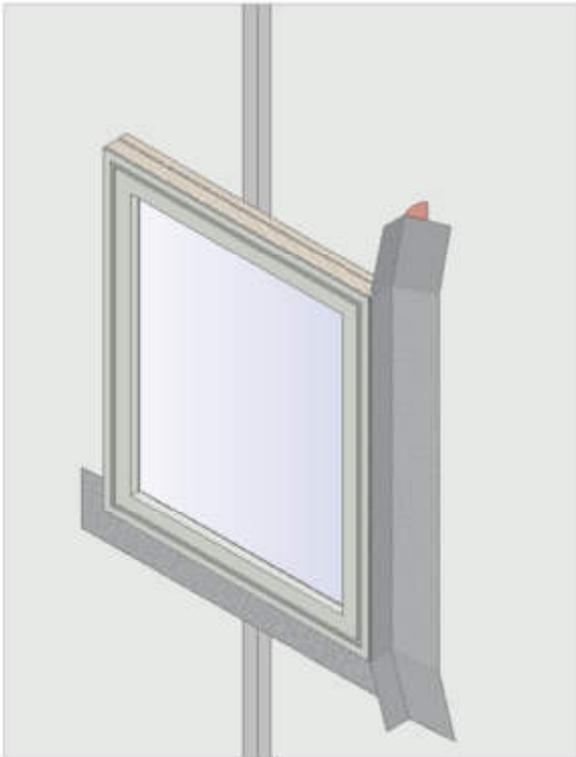

Figura 8
- Desprenda el revestimiento antiadherente de un borde largo hasta 50 mm y aplique la membrana y alísela sobre el marco en línea recta, presionando suavemente la membrana en la posición correcta como se ha descrito anteriormente (Figura 8).